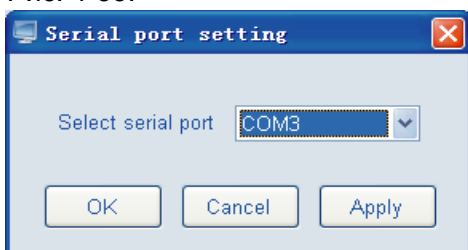
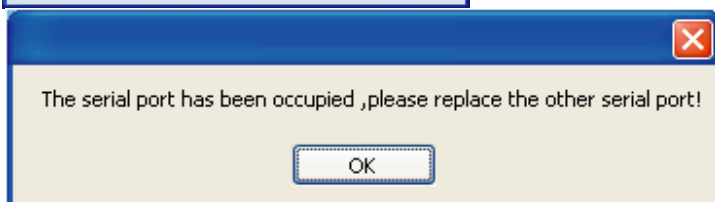
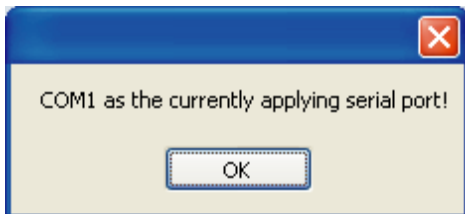

Рис. 4-51
Рис. 4-52
Рис. 4-53
① Выберите пункт “Serial port set” («Настройка номера порта с последовательным выводом данных»), после чего на экране откроется окно, как показано на Рис. 4-51— выбрать или изменить номер порта с последовательным выводом данных на компьютере. Доступный источник порта с последовательным выводом данных определяется программным обеспечением и сохраняется в списке опций для выбора пользователем. Если выбранный порт с последовательным выводом данных занят, нажмите один раз на кнопку “Apply” («Применить») или “Enter” («Ввод»), на экране откроется окно с предупреждением о том, что серийный порт с последовательным выводом данных уже занят и необходимо его заменить, как показано на Рис. 4-52; если текущий активный порт выбирается дважды, нажмите один раз на кнопку “Apply” («Применить») или “Enter” («Ввод»), на экране откроется окно с предупреждением о том, что текущий порт уже используется, как показано на Рис. 4-53.